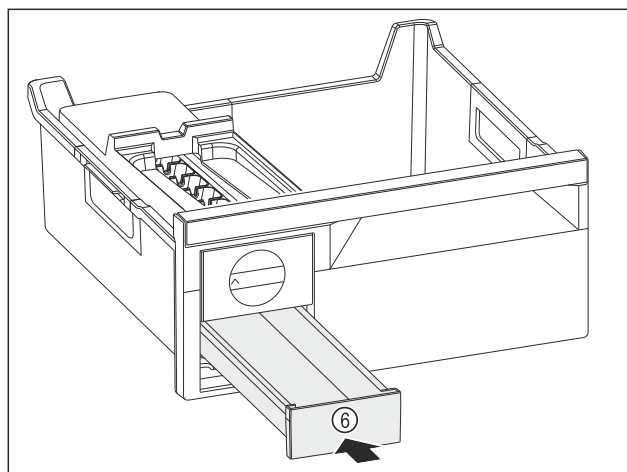

Fig. 125
- ▶ Umetnite Fig. 125 (6) pretinac za kockice leda.